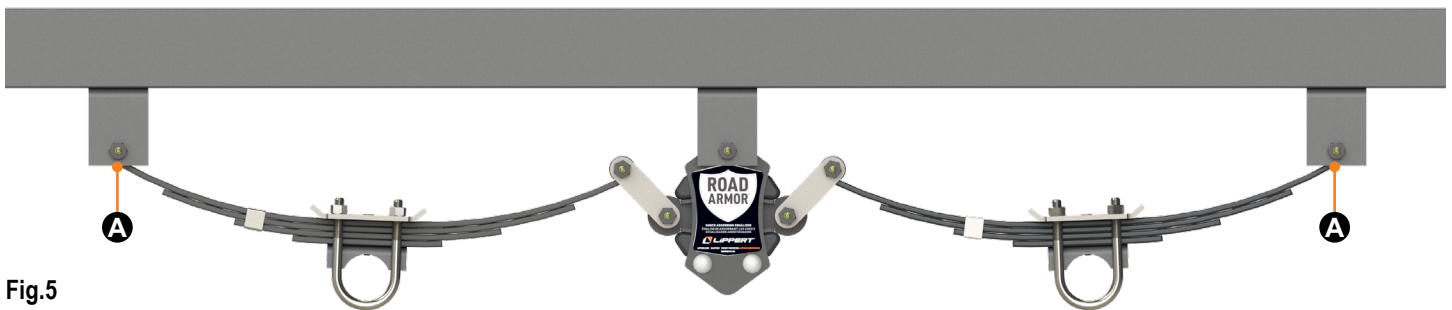

Fig.5
11. Retirer les béquilles de crics et abaisser la remorque de manière égale jusqu'au sol. S'assurer que les liens mobiles sont en position verticale et verrouillés environ aux positions de 10 h et 2 h (Fig.5).
12. L'installation du Road Armor de Lippert est terminée (Fig.5).